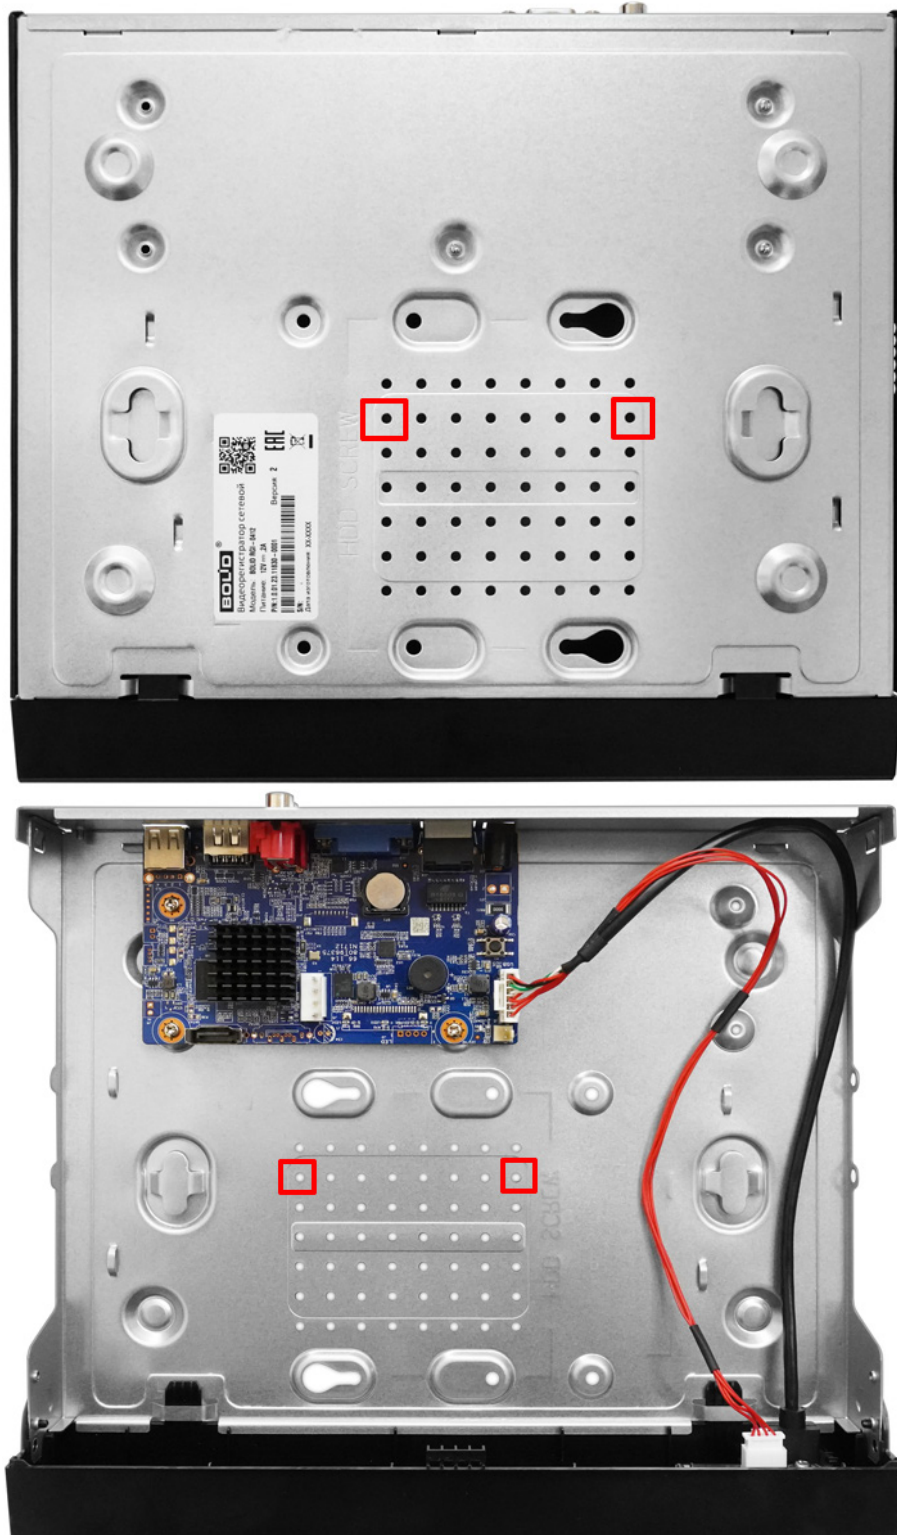

Рисунок 5.14 – Монтаж. Тип D
2. На дне корпуса видеорегистратора находятся отверстия для соединения и фиксации видеорегистратора к кронштейну (Рисунок 5.14).